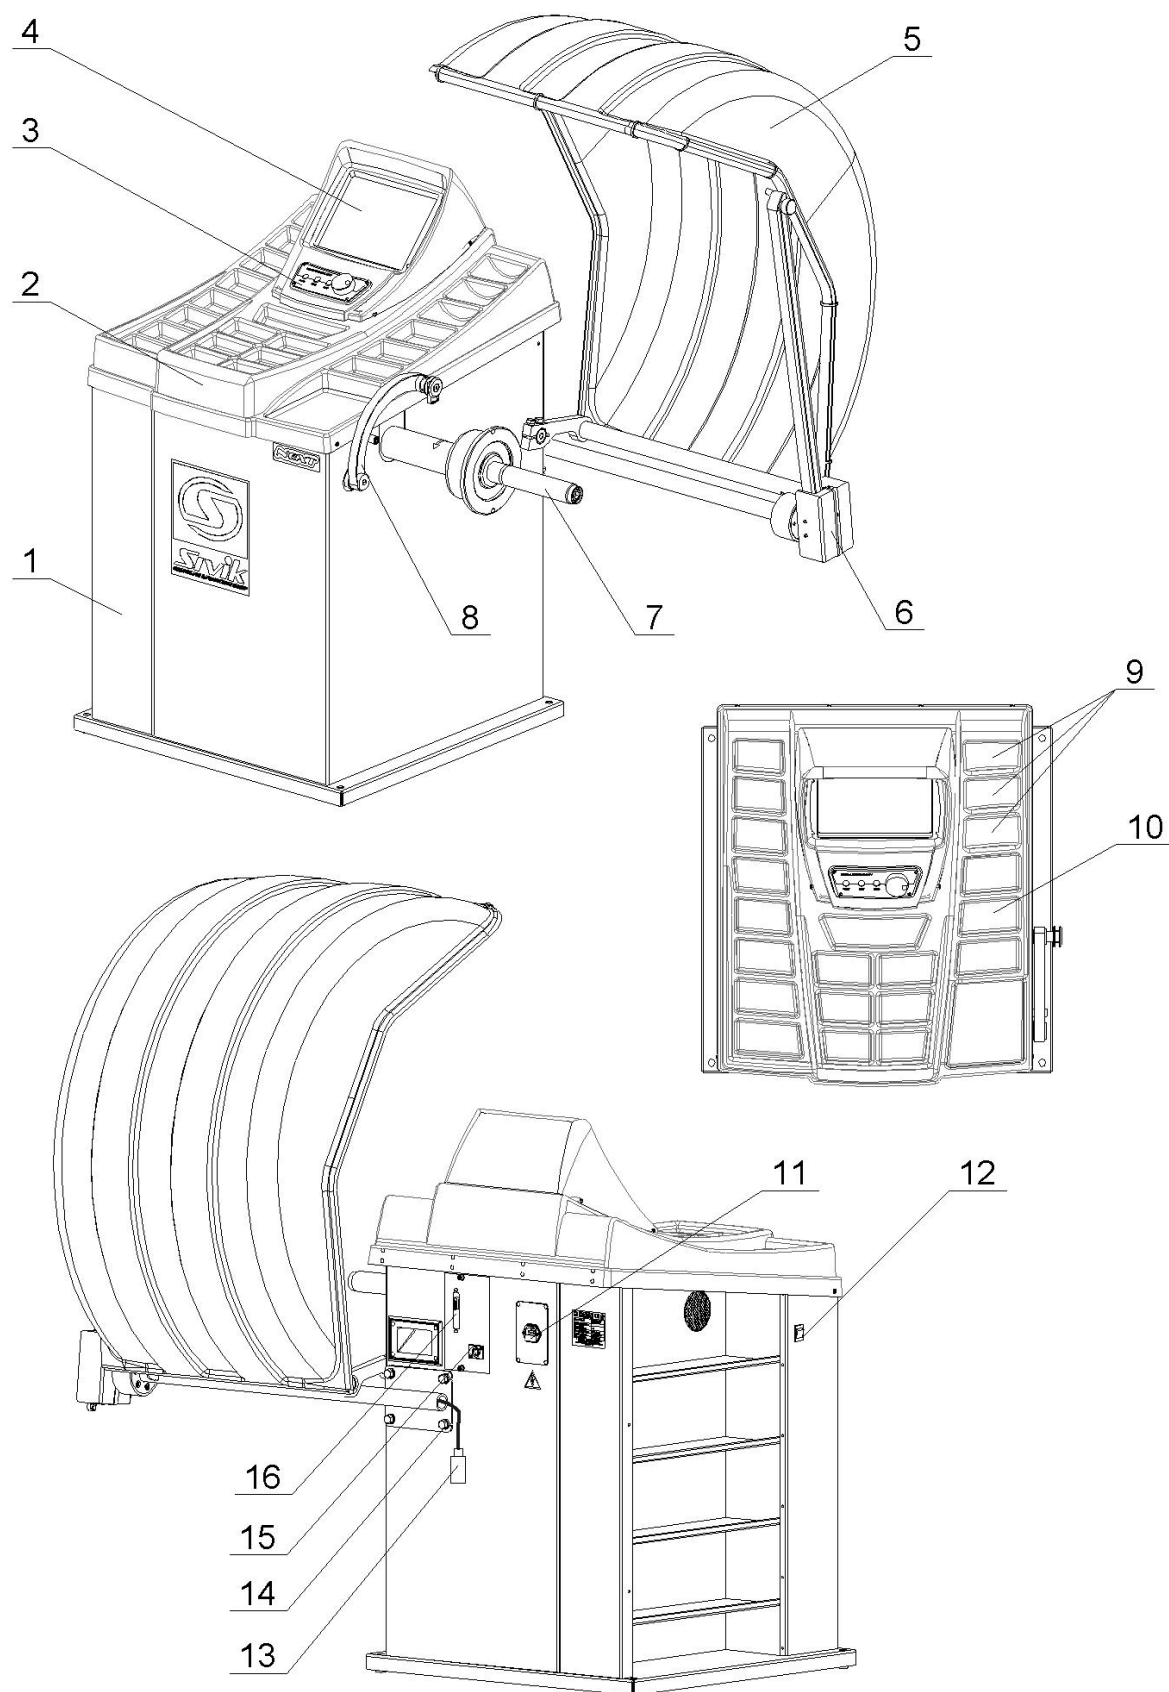

Рисунок 4.1
4.2.6 Закрепить вторую линейку 6 на корпусе с помощью 4 болтов с шайбами 14 и подключить вилку линейки 13 к гнезду 15 (рисунок 4.1).
① При демонтаже для отключения разъема нажать на толкатель.
4.2.8 Подключить сетевой шнур к гнезду станка, расположенному на задней панели корпуса станка (рисунок 4.1), и к питающей сети, оборудованной розеткой с контактом заземления.